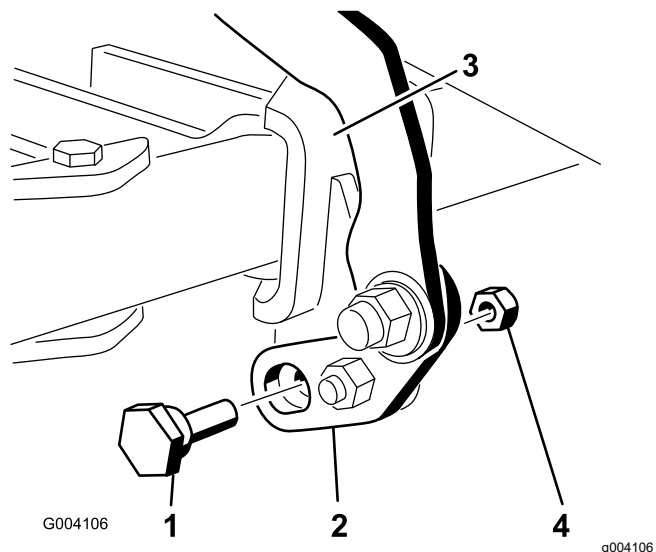

图 17
6. 穿过枢轴凸耳和枢轴支架的底部安装偏心螺栓并使用锁紧螺母 5/16 英寸将其固定如图 17 所示。
2. 向任意一个方向旋转偏心螺栓直到机具架打孔针平行于提升臂中的槽口图 17 和图 21。